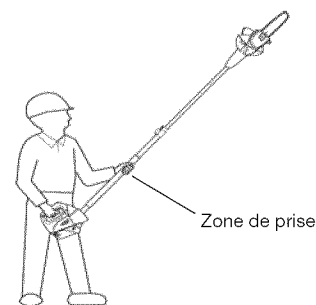

Figure 28 – Zones de prise indiquées
2. Tenez la tronçonneuse sur perche avec vos deux mains, et toujours au niveau des zones de prise indiquées (voir figure 28). Tenez fermement l'appareil ; vos pouces et vos doigts doivent entourer la poignée de la tronçonneuse et la perche.